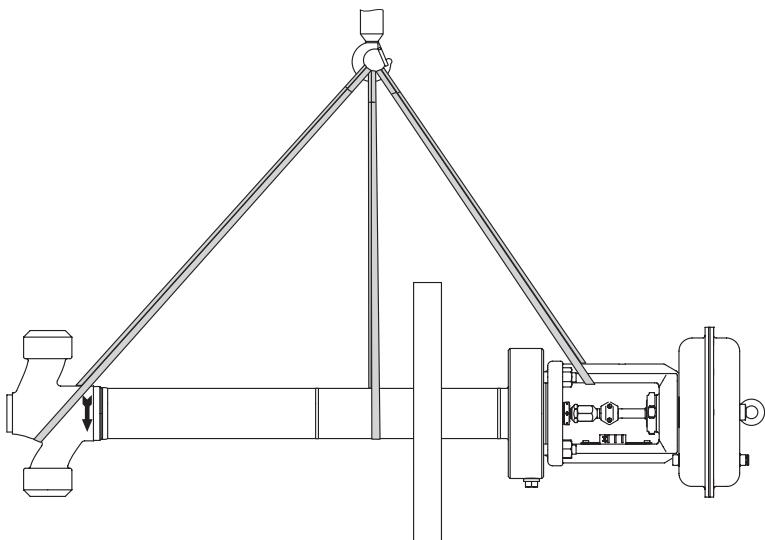
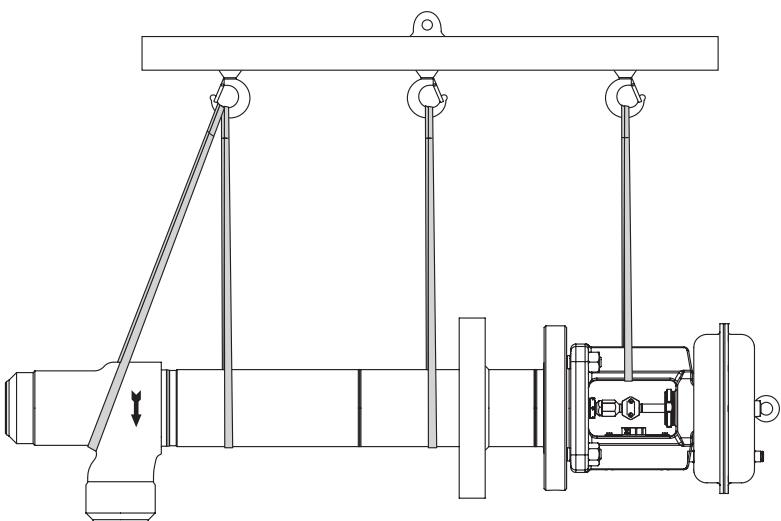

Рис. 4-1: Точки подъема на регулирующем клапане: горизонтальный подъем с помощью крюка
Рис. 4-2: Точки подъема на регулирующем клапане: горизонтальный подъем с помощью траверсы
- Используйте в качестве несущего элемента крюк с предохранительным замком (см. Рис. 4-1), чтобы предотвратить соскальзывание тягелажной оснастки с крюка во время поднимания и транспортировки.
Горизонтальный подъем может осуществляться с помощью одного крюка (Рис. 4-1) или нескольких крюков на траверсе (Рис. 4-2).
1. Прикрепите по одной подъемной стропе к корпусу, криогенному удлиниителю и верхней части клапана или раме, а также к подъемному средству (например, крюку) крана или вилочного погрузчика, см. Рис. 4-1.
2. **При использовании траверсы с DN более 100:** прикрепите дополнительную подъемную стропу для поддержки к корпусу, см. Рис. 4-2.